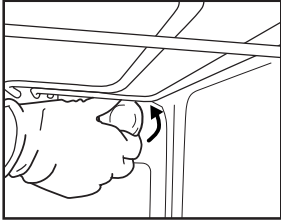
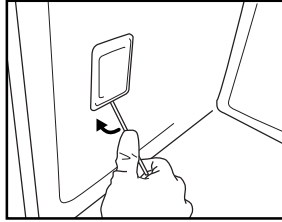

Рис. 6
Рис. 7
2. Выкрутите плафон (Рис. 6), замените лампочку (тип лампочки указан в примечании) и вкрутите плафон снова (Рис. 7).